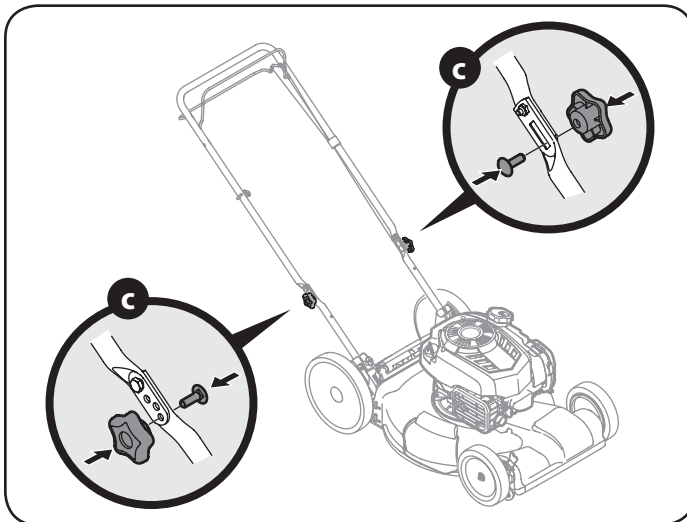

Figura 5
- Vuelva a colocar tuercas y pernos de transporte retirarse antes en una reducción de los agujeros de la manija como se muestra en la Figura 5.